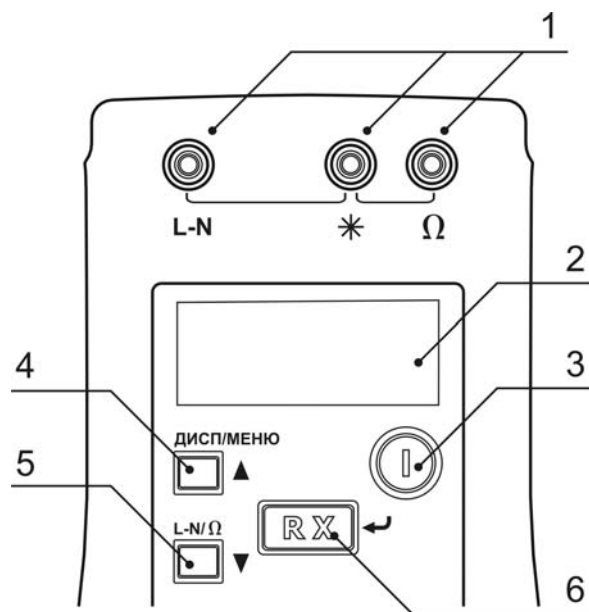
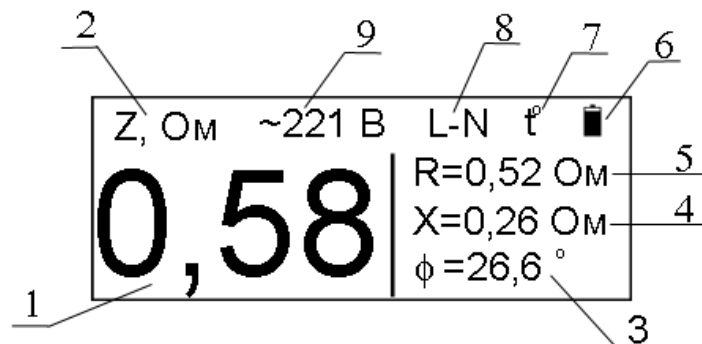
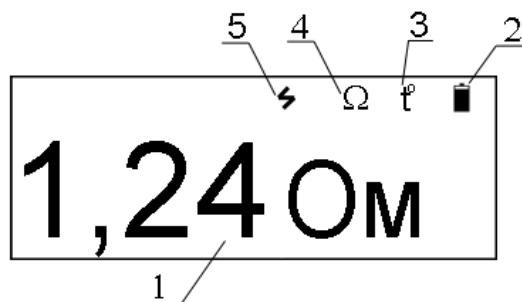
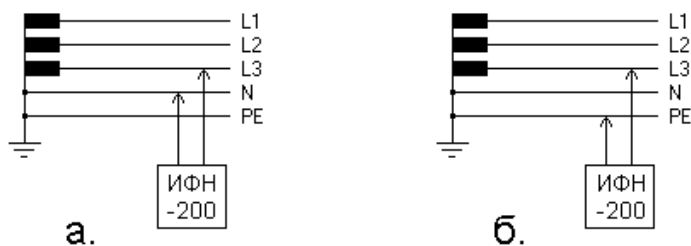

Рисунок 1.4.2 – Передняя панель
Рисунок 1.4.3 – Вид индикатора в режиме «фаза-нуль». Режим дисплея – полный.
Рисунок 1.4.5 – Вид индикатора в режиме «Омметр».
Рисунок 2.3.1
Включение и выключение прибора осуществляется нажатием кнопки «**ⓘ**» (см. рисунок 1.4.2 позиция 3). После включения прибор производит восстановление режима работы и настроек, активных на момент последнего выключения.
Степень заряженности аккумулятора отображается на индикаторе условным символом в виде батарейки и определяется по величине её зачернённости (см. рисунок 1.4.3 символ 6). Символ «» соответствует полностью заряженной батарее, «» - разряженной.
Выбор режима «фаза-нуль» (измерение параметров петли «фаза-нуль») осуществляется нажатием кнопки «L-N/Ω/▼». При этом на индикаторе прибора отображается символ «L-N» (см. рисунок 1.4.3, символ 8).
Кабели измерительные должны быть соединены с прибором через гнезда «\*» и «L-N» (см. рисунок 1.4.2). Свободные концы кабелей измерительных подключаются к исследуемой цепи «фаза-нуль» (см. рисунок 2.3.1.а, 2.3.1.б), параметры которой подлежат определению. При этом на индикаторе прибора индицируется действующее напряжение петли «фаза-нуль» (U) (см. рисунок 1.4.3, символ 9).
Для проведения измерения следует нажать кнопку «Rx/↵» (см. рисунок 1.4.2). При этом прибор производит проверку целостности цепи петли «фаза-нуль» малым током, не допуская работу с цепями сопротивлением более 1 кОм (о чем свидетельствует сообщение «Цепь повреждена!» на индикаторе прибора), после чего производит измерение. сообщение «Цепь повреждена!» на индикаторе прибора), после чего производит измерение.
В приборе имеется защита от перегрева измерительного резистора 10 Ом. Если его температура превысила верхний допустимый порог, на индикаторе высвечивается мигающий символ (см. рисунок 1.4.3 символ 7) и следующее измерение может быть произведено только после снижения его температуры до рабочей (исчезнет символ 7, рисунок 1.4.3).
Выбор режима «омметр» (измерение сопротивления постоянному току) осуществляется нажатием кнопки «L-N/Ω/▼». При этом на индикаторе прибора отображается символ «Ω» (см. рисунок 1.4.5, символ 4).
Кабели измерительные должны быть соединены с прибором через гнезда «\*» и «Ω» (см. рисунок 1.4.2). Свободные концы кабелей измерительных подключаются к цепи, сопротивление которой подлежит измерению. Если на этом участке цепи присутствует напряжение амплитудой более 0,5 В, измерение не может быть произведено, о чем сигнализирует соответствующий символ (см. рисунок 1.4.5 символ 5).
Для проведения измерения следует нажать кнопку «Rx/↵» (см. рисунок 1.4.2). Результат измерения, с учетом сопротивления кабелей измерительных, индицируется на индикаторе (см. рисунок 1.4.5 символ 1).